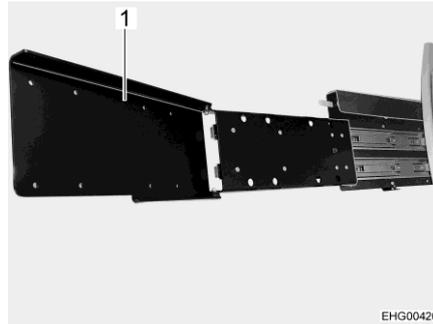

Fig. 94 Base estraibile (estratta e ribaltata)
- Per ruotare lo schermo piatto verso la zona di coda: Aprire la base estraibile (Fig. 94,1).